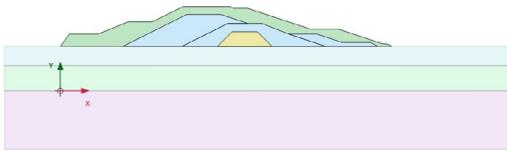

图6 路堤
- 2) 创建土体多边形、创建土矩形、沿着等高线等建模工具 (2D AE 以后版本)。当结构对象几何比较规则的时候推荐使用这些工具，比如模拟路堤、厚度较大的挡墙等，如图 6 所示。